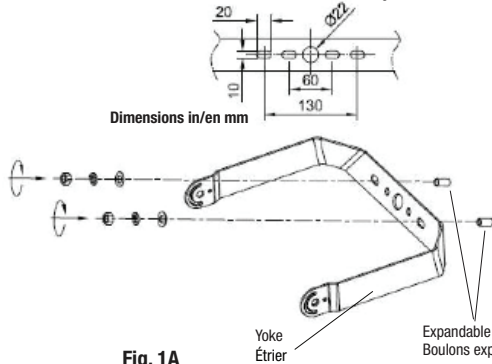

Fig. 1A
1. Percer les trous appropriés sur la surface de montage en utilisant le schéma de perçage (voir Fig. 1A).
2. Utiliser des boulons expansibles pour fixer solidement l'étrier sur la surface de montage (Fig. 1A).